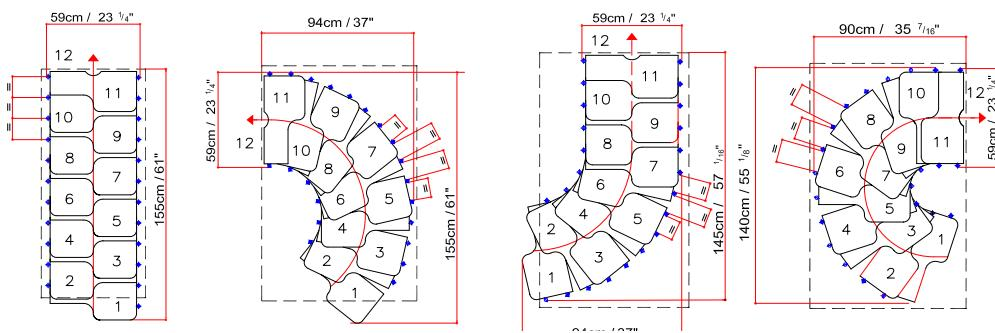

FIG. 3
- 2) positionner le support N19 en considérant la typologie de la trémie (fig. 3).
8. A ce moment, établir quelle est la marche de départ en partant du haut. Percer les marches L40, en utilisant le patron en carton L41 présent dans l'emballage, avec soin de l'alternance d'une marche droite avec une gauche (fig. 3).
10. Décider où assembler le garde-corps (intérieur ou extérieur) (fig. 3) et percer les marches (L40) avec une mèche Ø 6,5 mm ($\frac{1}{4}$ ") **EN UTILISANT LE GABARIT SEULEMENT POUR LES CÔTÉS RECTILIGNES**. Afin de repérer le point de fixation sur le côté court des marches (L40) dans la courbure, considérer la même distance qu'il y a entre les colonnettes (C12) à monter sur le côté long de la marche (fig. 3).
14. 1. La configuration A (droite) n'a pas besoin de changements ultérieurs (fig. 3).
2. La configuration B ou C a besoin d'une rotation de 13° (fig. 3).
3. La configuration D a besoin d'une rotation de 18° (fig. 3).